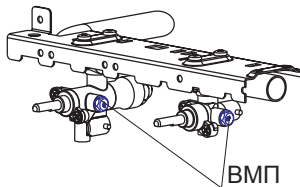

рис. 14
Для снятия дверцы духовки необходимо (см. рис. 14):
22.2. Проведение замены винтов малого пламени (ВМП) в кранах горелок стола и горелки духовки (рис. 14):